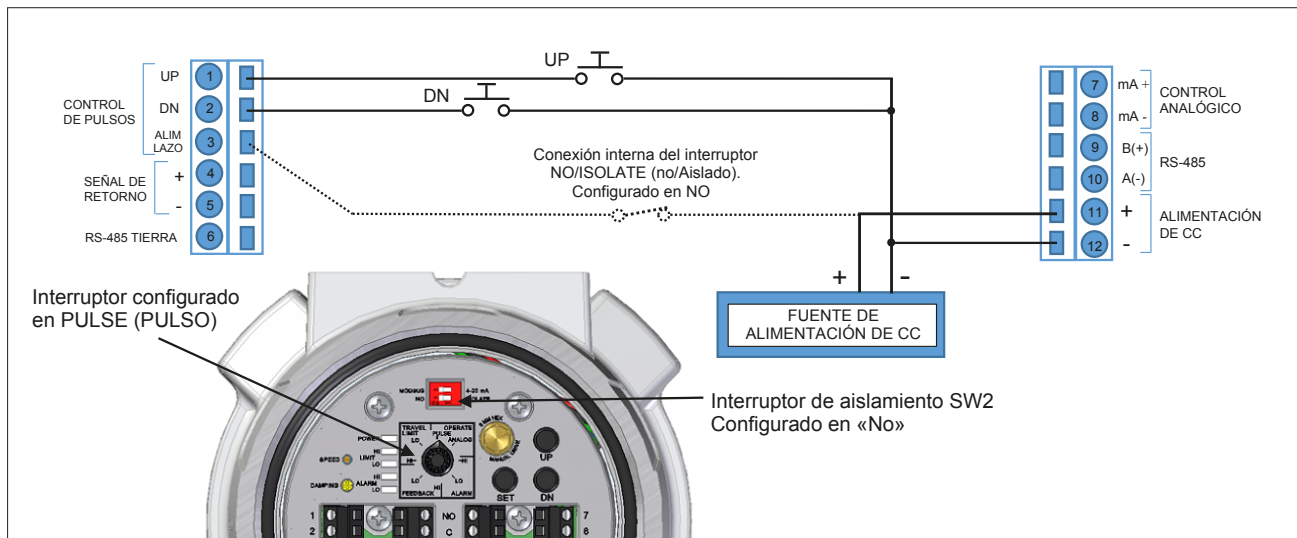

Imagen 4 Control de entrada de pulsos no aislados usando la fuente de alimentación común para la alimentación de lazo de control de pulsos
**SW2, NO:** El circuito de entrada del control de pulsos está conectado a la fuente de alimentación de CC que proporciona energía a la unidad. No se requiere una alimentación de lazo de control externo. Un lado de los interruptores de control debe estar conectado a la conexión de la alimentación eléctrica -. (Véase la Imagen 4).